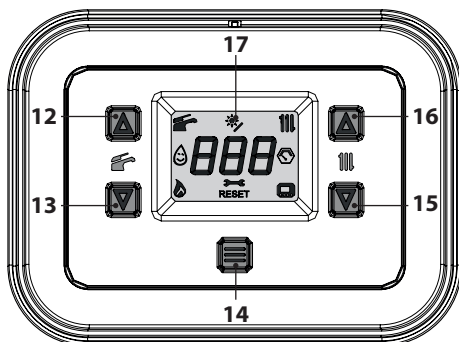
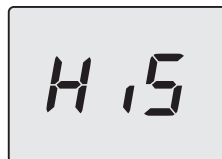
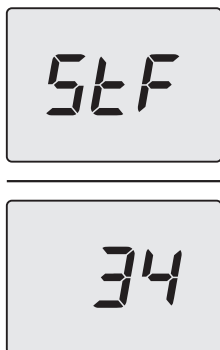

Figura 7.8
Figura 7.9
Figura 7.11
- Entre en la "modalidad programación" pulsando simultáneamente durante 5 segundos los botones 13 y 15 (Figura 7.8) hasta que aparezcan en el display LCD las letras **HiS** que indican el menú "Histórico de la caldera" (Figura 7.9).
- Pulse el botón 14 (Figura 7.8) hasta que aparezcan en el display LCD las letras **StF** (Start Full) alternadas con **34** (valor de la calibración) (Figura 7.11).
- mantener pulsados simultáneamente los botones 13 y 15 durante 5 s (Figura 7.8) (vuelta al nivel anterior).